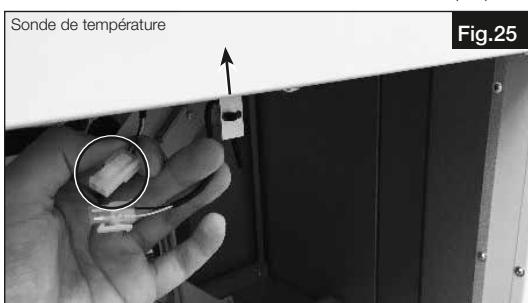

Fig.25
3. Retirer la sonde de température du côté de l'air soufflé de la centrale AIR1 ou du chauffage externe. Rapprocher ensuite la batterie à détente directe réversible (DX) et la centrale AIR1 ou le chauffage externe (voir Fig.25).